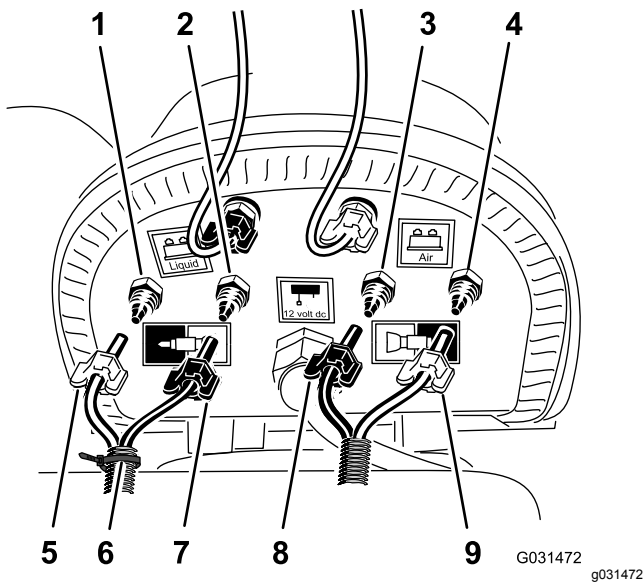

Figure 8
1. Sur le panneau de connexion du compresseur du kit traceur à mousse, attachez un serre-câble autour des tubes transparent et bleu pour la section de rampe droite (Figure 8).
2. Desserrez les écrous à compression des 2 tubes transparents et des 2 tubes bleus reliés aux buses de mousse sur les sections de rampes gauche et droite (Figure 8).
3. Retirez les 4 tubes des raccords à compression des sections de rampe (Figure 8).